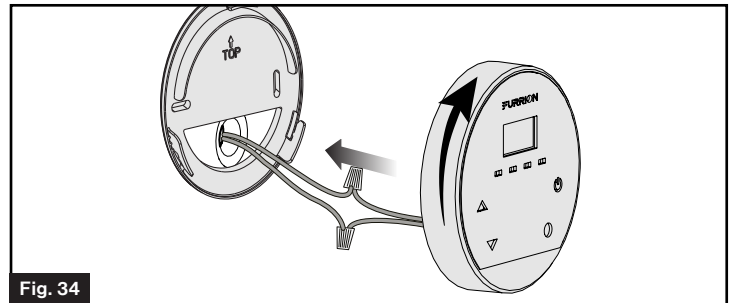

Fig. 34
3. Introduzca los cables en la abertura de la pared. Instale la cubierta del controlador de pared y empuje para asegurar que quede en el lugar correcto en el sentido de las agujas del reloj. (Fig. 34).